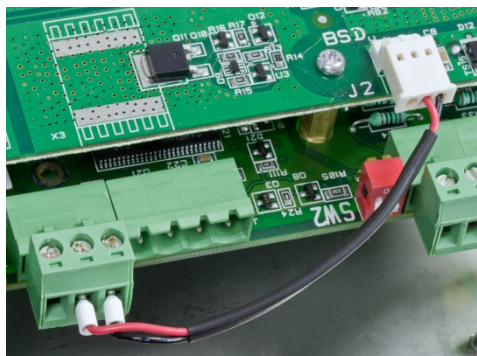

Figura 3-31: Conexão da placa IND560x-PAB (J2) ao IND560x (J1)
9. Mais uma conexão é necessária, entre J2 na placa IND560x-PAB e J1 na placa principal do IND560x. Um conector acompanha o kit de instalação da IND560x-PAB. Instale este conector conforme o código de cores dos fios relacionados na Tabela 3-9 e indicado na Figura 3-31.